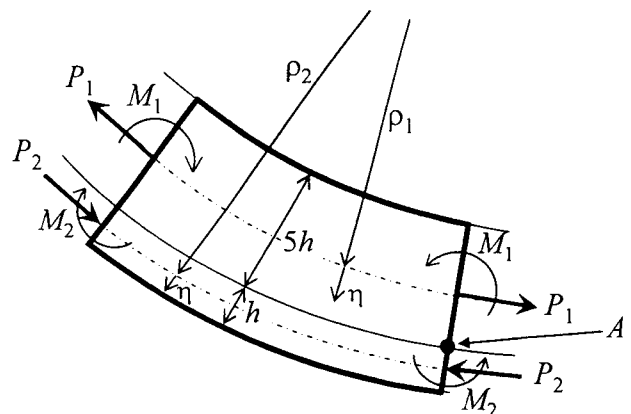

図 3 部材中央部付近の微小要素が受ける軸力とモーメント
には引張りの軸力 P_1 が、焼入れ部には圧縮の軸力 P_2 がそれぞれ発生する。さらに、発生する応力を一部開放するように、曲げモーメント M_1, M_2 がそれぞれ生じ、部材は反り返る。中央部付近における未焼入れ部と焼入れ部の反り返りの曲率半径をそれぞれ ρ_1, ρ_2 とする (図 3 参照)。(断面の幅方向の変形量は小さいため、幅方向の変形の拘束の影響は無視する。) 長手方向の力の釣り合いから $P_1=P_2$ が得られ、これらをともに P とする。以下の設問 (1)~(8) に答えよ (導出過程も詳しく示すこと)。
(1) 図 3 の断面内の A 点まわりのモーメントの釣り合い式を示せ。